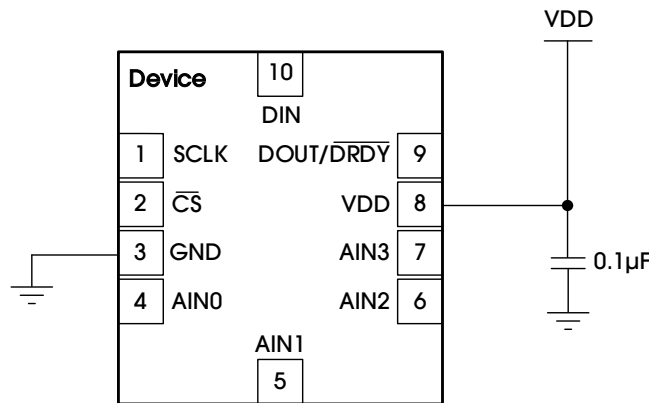

Figure 34. Power Supply Decoupling
良好的电源去耦对于实现最佳性能非常重要。VDD 必须使用至少 0.1 μ F 的电容器去耦，如 Figure 34 所示。0.1 μ F 旁路电容器提供 AD_X122(Q) 转换时电源所需的瞬时突发额外电流。使用低阻抗连接，将旁路电容器放置在尽可能靠近器件电源引脚的位置。建议使用具有低等效串联电阻(ESR)和电感(ESL)特性的多层陶瓷贴片电容器(MLCC)来实现电源去耦目的。对于非常敏感的系统，或处于恶劣噪声环境中的系统，避免使用过孔将电容器连接到器件引脚可能会提供出色的抗噪声能力。并联使用多个过孔可降低整体电感，有利于接地层的连接。